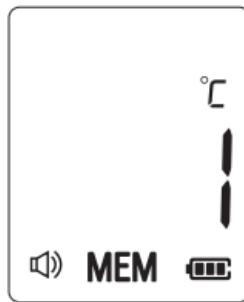

Abbildung 11
6. Wenn Sie das Thermometer bei Personen über 1 Jahr verwenden, ziehen Sie das Ohr nach hinten und achten Sie darauf, dass der Sensor zum Trommelfell gerichtet ist (siehe Abbildung 11).
Halten Sie die -Taste nach dem Einschalten des Thermometers und Ablauf des Starts bis Abbildung 6 oder nach Beendigung der Messung drei Sekunden lang gedrückt. Am unteren Rand des Displays erscheint die Angabe MEM (siehe Abbildung 11).